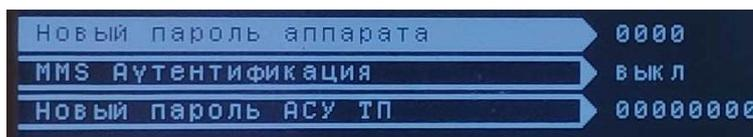

Рисунок 20 – Подраздел «Изменение пароля»
**2.3. «Изменение пароля»** - подраздел предназначен для изменения ранее установленного пароля (см. рисунок 20).